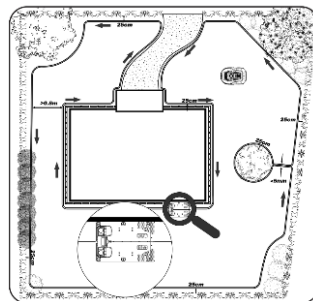

Figura 1
- No haga esquinas perpendiculares (90°). Las esquinas deben tener un ángulo mínimo de 100° (figura 1 – pág. 57);
Coloque la estación de carga como se indica en el croquis (figura 1) e inserte la primera estaca. Procure reservar 0,5m de cable para la instalación final de la estación de carga.